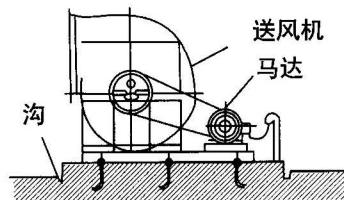

图9
(2) 送风机之混凝土基座如高出地面不多，可在基座周围加筑排水沟(图9)
(3) 混凝土基座顶面必须水平。
(4) 基础螺丝深度约为100-200mm。如欲于混凝土干后配装，可预先留孔穴。
(5) 电路配管最好埋于地下，但需考虑检查修理上的方便。